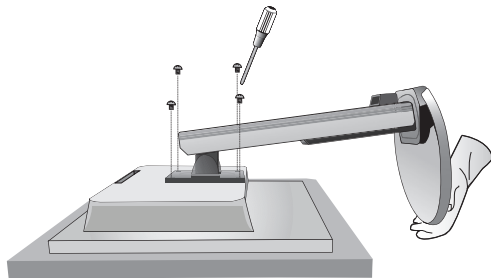

Figura S.1
3. Sistemare il monitor rivolto verso il basso su una superficie non abrasiva (**Figura S.1**).
4. Togliere le 4 viti che fissano il monitor al supporto (**Figura S.1**).